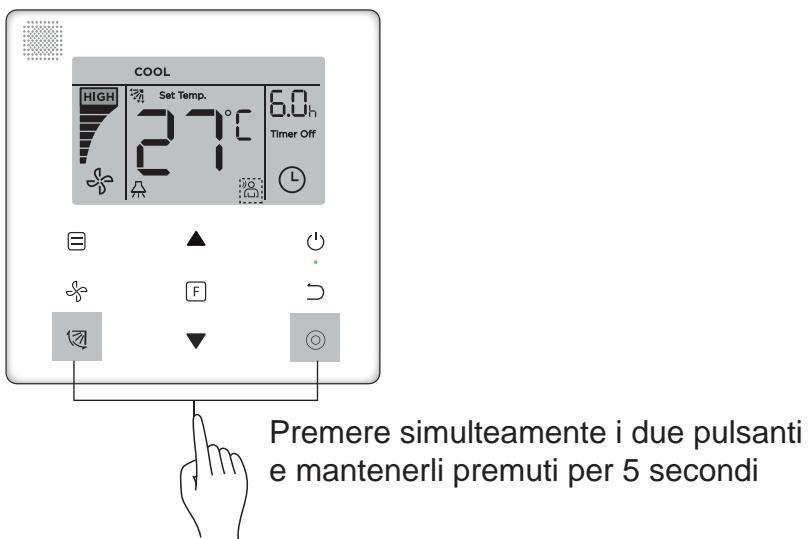

Figura 6.14
- 2) Avvio della funzione "**Follow Me**": se la funzione "**Follow Me**" non è attiva, premere contemporaneamente i pulsanti  (Swing) and  (Confirm) e mantenerli premuti per 5 secondi per avviare di nuovo la funzione "**Follow Me**"; il display visualizza l'indicatore corrispondente " " (vedi Figura 6.14).